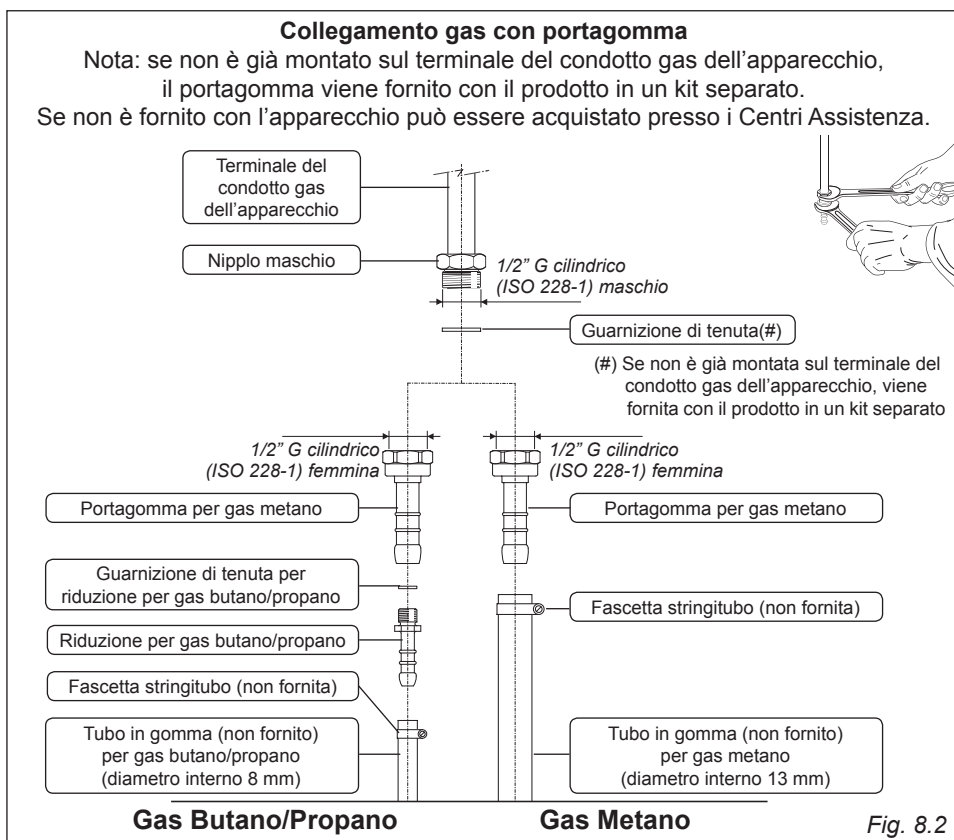

Fig. 8.2
Il gruppo di raccordo (fig. 8.2) si compone di:
1. Se non è già installato, montare il portagomma per gas metano sul terminale del condotto gas dell'apparecchio interponendo la guarnizione di tenuta (come indicato in fig. 8.2).
1. Se non è già installato, montare il portagomma per gas butano/propano sul terminale del condotto gas dell'apparecchio interponendo la guarnizione di tenuta (come indicato in fig. 8.2).
- utilizzare due chiavi per il fissaggio delle parti (fig. 8.2).